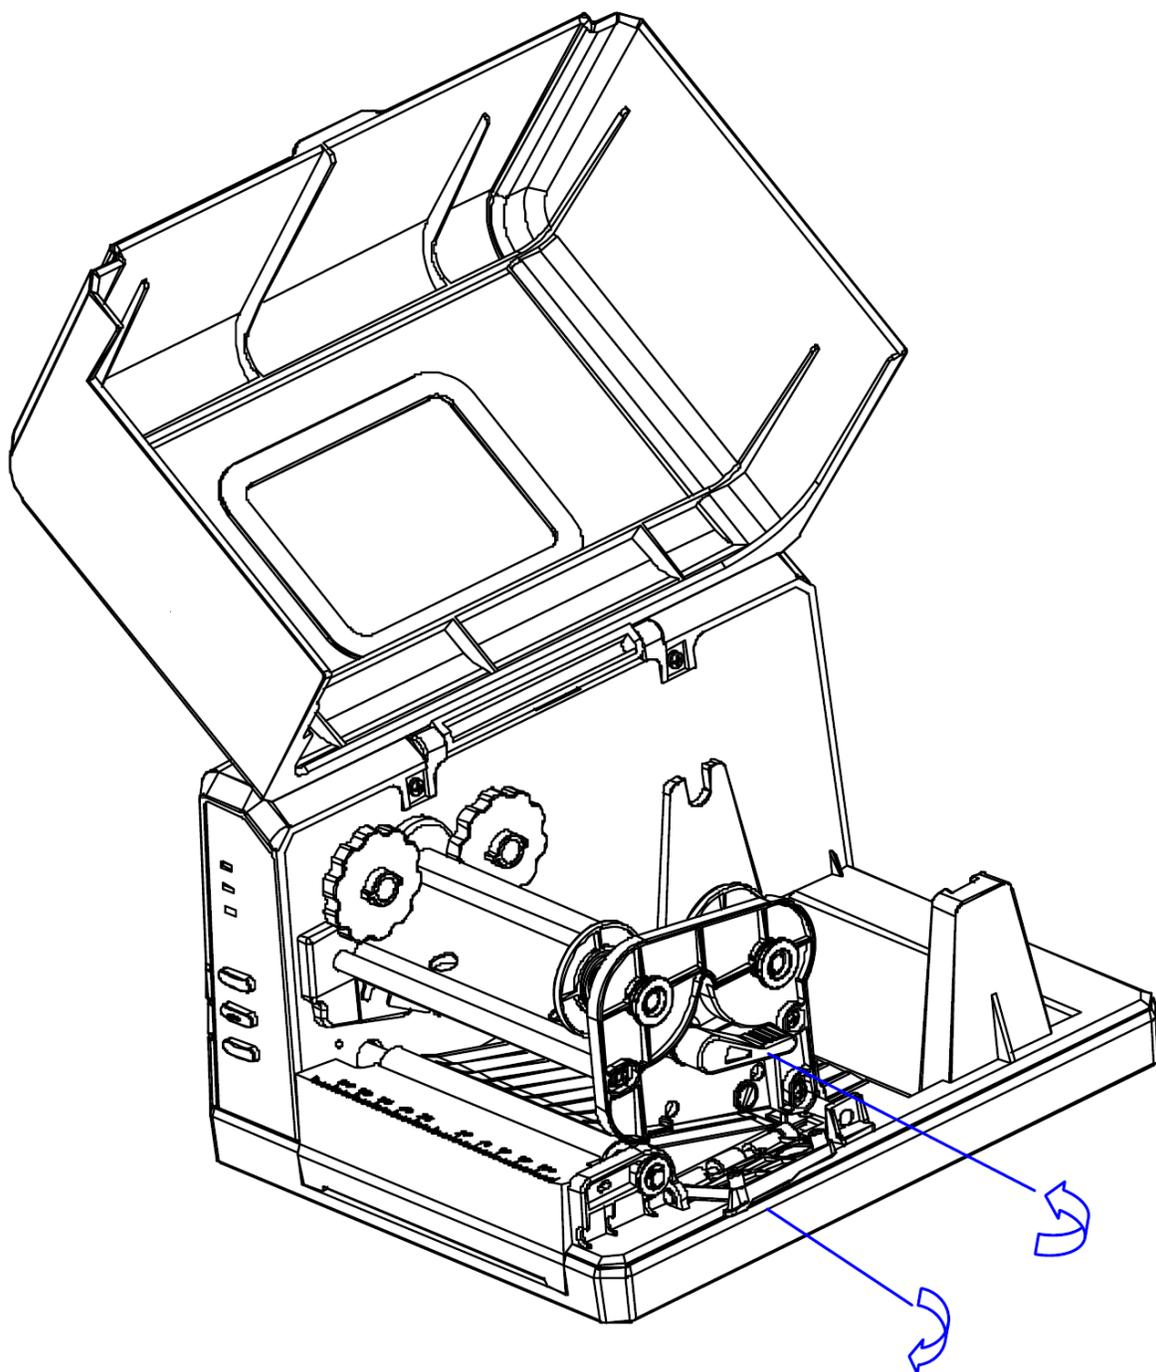

Figura 5-1
1. Abra la cubierta del lado derecho de la impresora y gire la palanca a la posición “abierto”. Gire hacia abajo la Placa del Módulo de Cabezal de Impresión (véase la Figura 5-1).